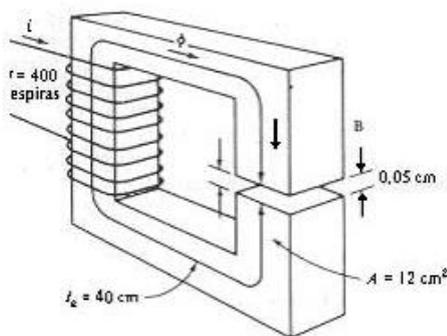

Fig. 1
3.- La Fig. 1 muestra un núcleo ferromagnético cuya longitud de trayectoria media es de 40 cm . Hay un pequeño entrehierro de aire de $0,05 \text{ cm}$ en la estructura del hierro. El área de la sección transversal del núcleo es de 12 cm^2 , su permeabilidad relativa es de 4000 y la bobina de alambre sobre el núcleo tiene 400 vueltas. Suponer que el efecto de borde del entrehierro de aire aumenta el área efectiva de la sección transversal de éste en un 5% y hallar: (a) la reluctancia total al paso del flujo (núcleo más entrehierro de aire) y (b) la corriente necesaria para producir una densidad de flujo de $0,5 \text{ T}$ en el entrehierro de aire.-